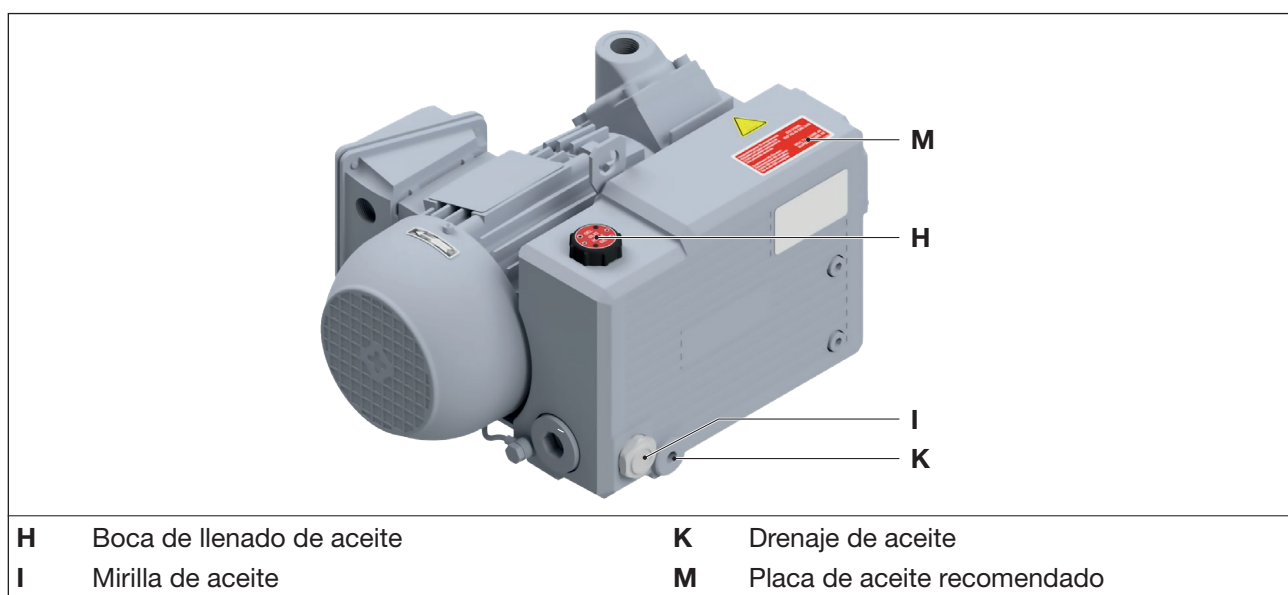

Fig. 7 Cambio de aceite
Para el funcionamiento, se recomienda emplear los siguientes aceites de Elmo Rietschle; véase la placa de aceites recomendados (Fig. 7/M) y Tab. 3 en la página 29:
- Abrir el cierre de la boca de llenado de aceite (Fig. 7/H) y llenar de aceite hasta el borde superior de la mirilla (Fig. 7/I).
- Abrir el cierre de la boca de llenado de aceite (Fig. 7/H), abrir el drenaje del aceite (Fig. 7/K) y dejar salir el aceite usado.
- Cerrar el drenaje del aceite (Fig. 7/K) y verter aceite nuevo en la boca de llenado de aceite (Fig. 7/H).
- Controlar el nivel de aceite a través de la mirilla (Fig. 7/I).
- b) Aflojar los dos tornillos (Fig. 7/s₃) de la tapa de escape (Fig. 7/T) y retirar la tapa de escape, incluida la junta, de la bomba.
- c) Desatornillar el elemento de separación de aceite (Fig. 7/L) con una llave poligonal (ancho de 10 mm) en el sentido contrario a las agujas del reloj y eliminarlo de forma respetuosa con el medioambiente.
- d) Comprobar el correcto asiento de la junta tórica (Fig. 7/d) del nuevo elemento de separación de aceite y lubricarlo ligeramente.
- e) Colocar el nuevo elemento de separación de aceite (Fig. 7/L) y atornillarlo en el sentido de las agujas del reloj. Par de apriete: 15 Nm
- f) Colocar la tapa de escape (Fig. 7/T) con los dos tornillos (Fig. 7/s₃). Par de apriete: 6 Nm